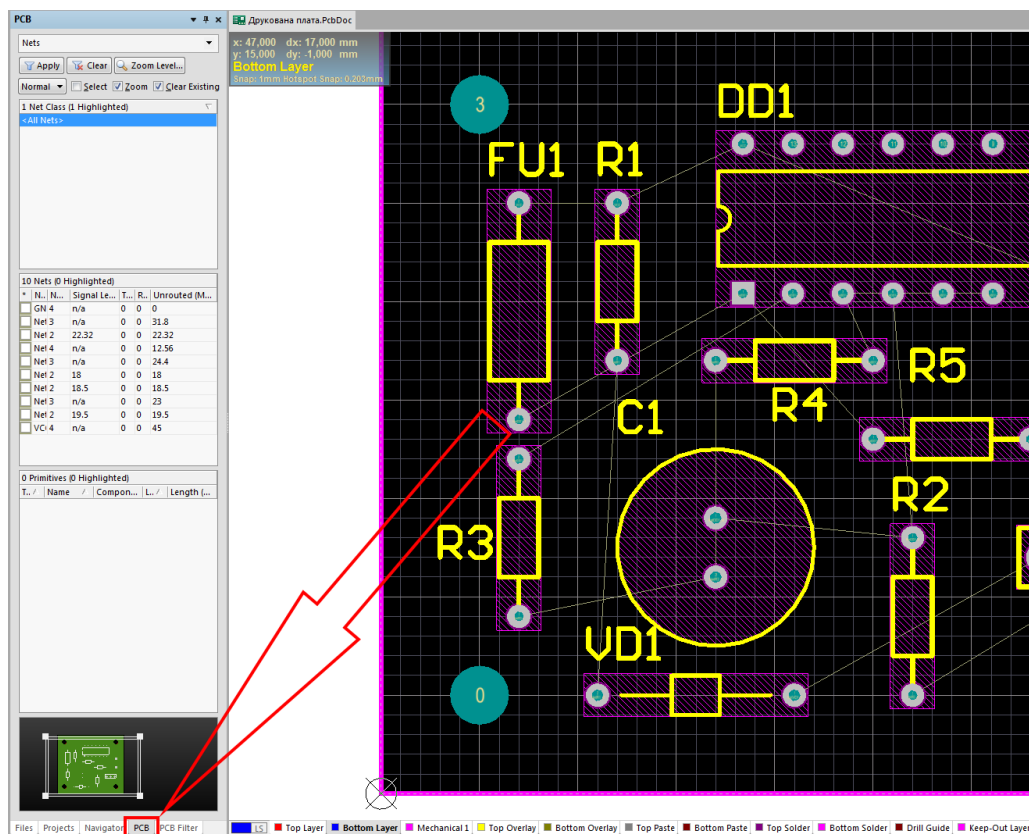

Рис. 5.17
- 2) Відкрийте вкладку **PCB** що зображена на рис. 5.17.